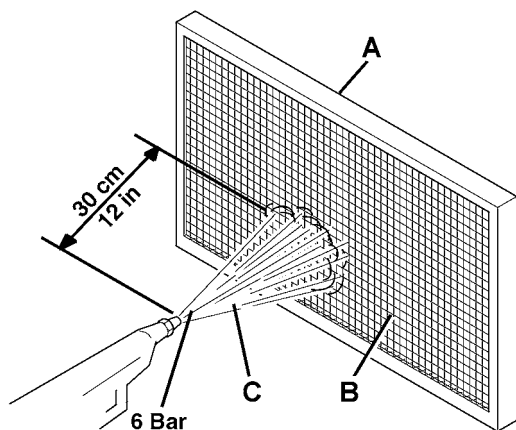

Figure 14
8. A l'extérieur, dans un endroit approprié, nettoyer le filtre en le secouant sur une surface horizontale et propre, en battant le côté (A, Fig. 14) opposé à celui du tamis (B).
- Installer le filtre avec le tamis (B, Fig. 14) tourné vers le haut.